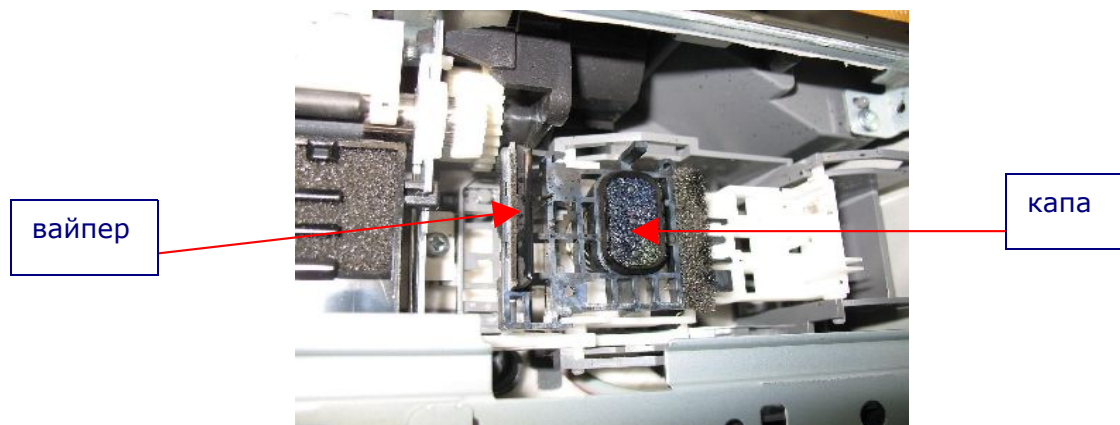

Рис. 1. Парковочное место печатающей головки принтера Epson
- ♦ Место парковки картриджа принтера оборудовано резиновым ножом (вайпером, от англ. «wiper») для автоматической очистки внешней поверхности головки и капой для предохранения сопловой пластины от засыхания при простоях. Отходы чернил со временем загрязняют парковочное место картриджа, вайпер и капю (Рис. 1).